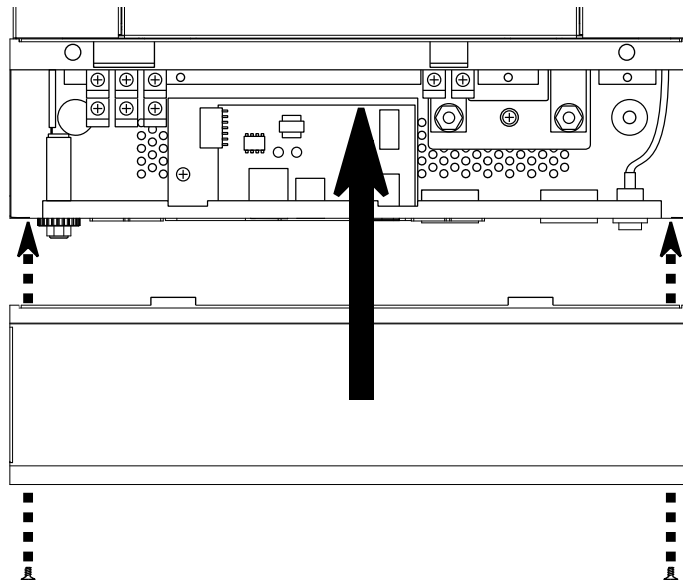

Figure 8 : Fermeture du couvercle inférieur
- Remonter le couvercle inférieur comme sur la Fig. 8, au verso de l'étape 1. Vous avez maintenant terminé l'installation de la carte parallèle dans le Solarix PLI 5000-48.